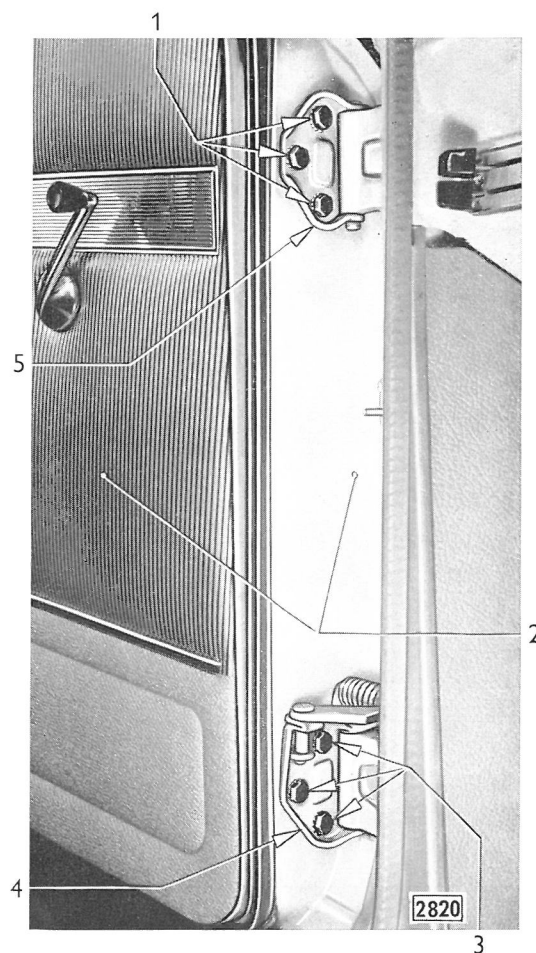

Bild 138 - Türscharniere an Vordertür
1. Damit ein Abschrauben des oberen und unteren Türscharniers von der Karosserie möglich ist, muß die Tür ausgebaut werden, d. h. sie muß vom oberen und unteren Türscharnier abgeschraubt werden (Bild 138) – vorher Lage der Türscharniere auf Tür anreißen – (siehe auch Arbeitsvorgang in dieser Gruppe „Vordertür aus- und einbauen“).